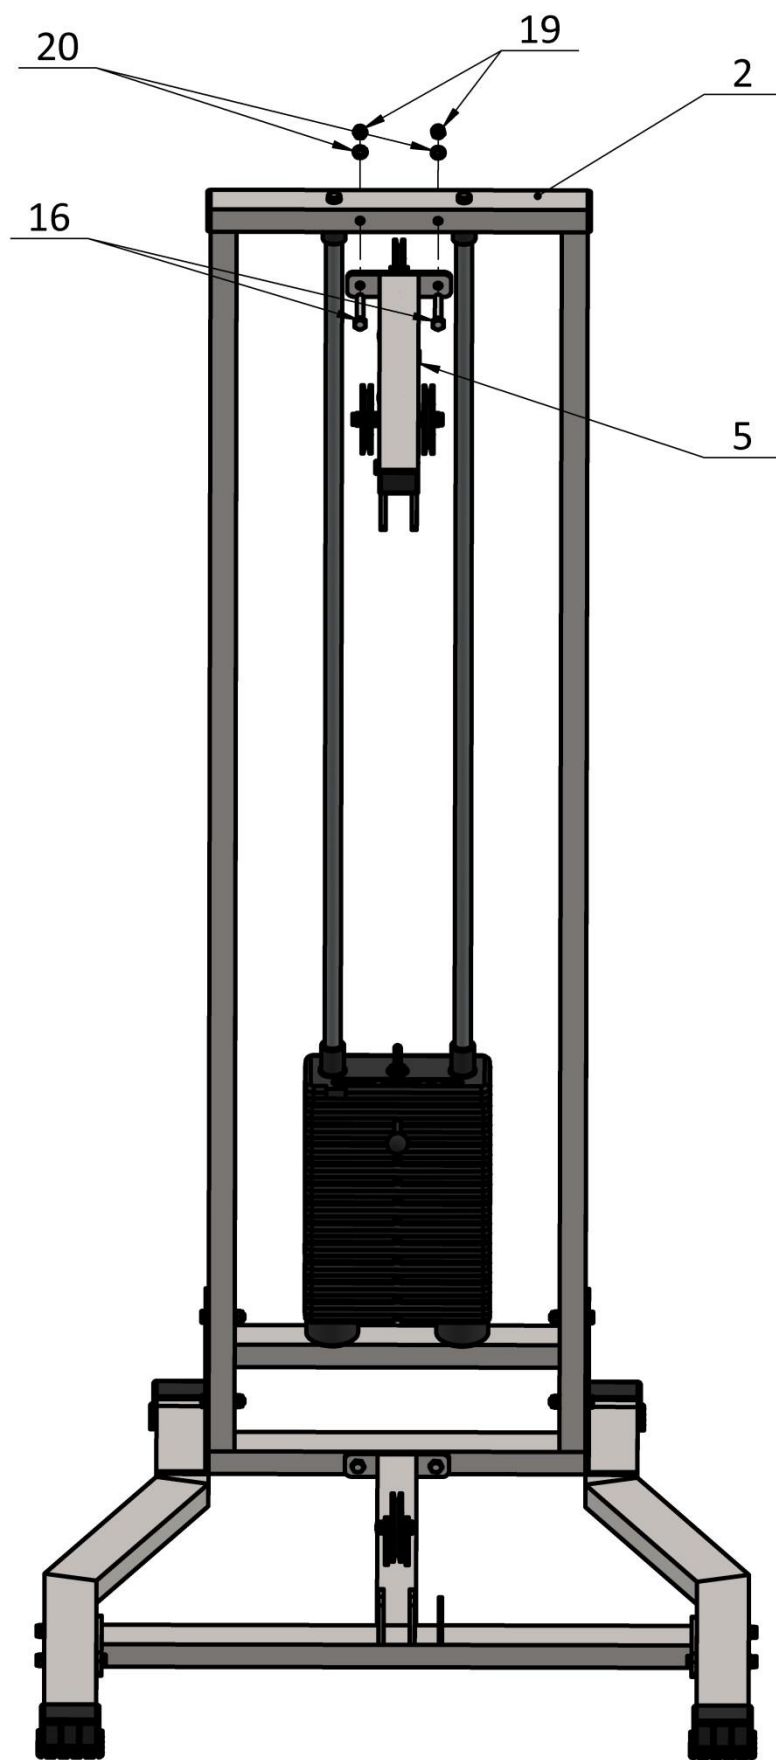

Рис. 3
3. На третьем этапе сборки к раме грузоблоков (2) прикручивается труба выносная (5) при помощи комплекта крепежа: болты M10x80 (16); гайки M10 (19); шайбы D10 (20). (Рис. 3).